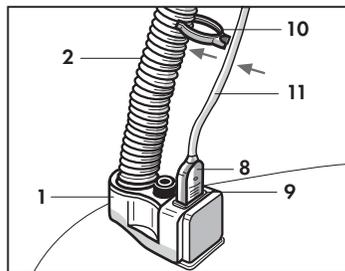

Fig. 17
**ASPIRATEUR BATTEUR (Fig. 17 - 18)**